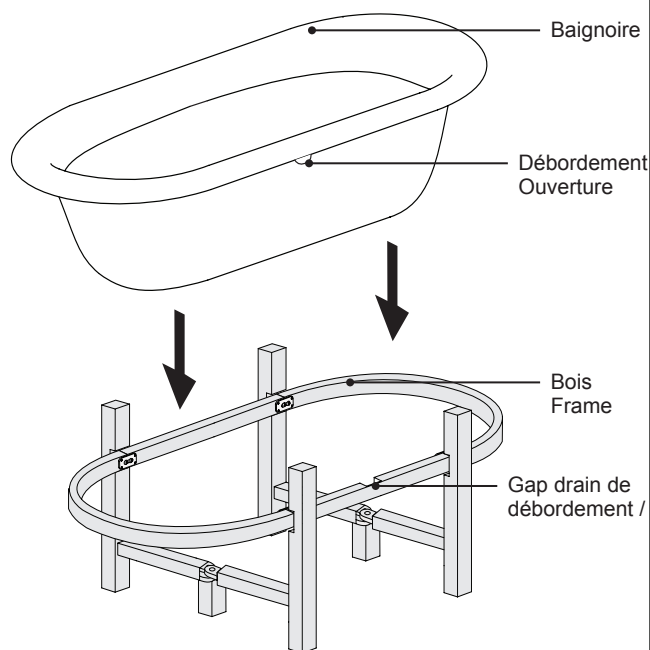
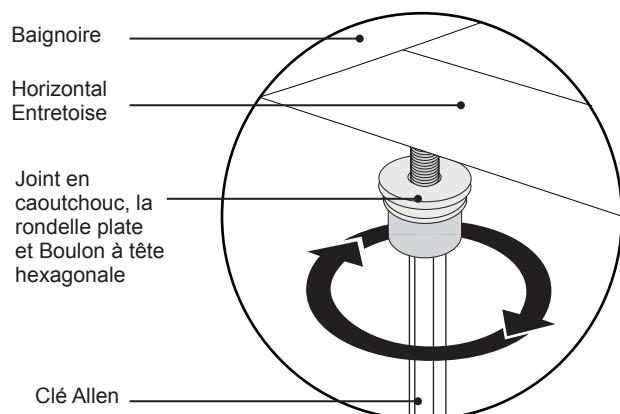

Figure 17. Baignoire de placement
Figure 18. Sécuriser la baignoire
- ⚠** Lorsque vous placez la baignoire à l'intérieur du cadre en bois, assurez-vous que l'ouverture de débordement est sur le même côté que le drain / écart de débordement qui se trouve sur le cadre en bois (Figure 17). Cet écart vous permettra de fixer le drain de débordement de montage.
- ❶ Abaisser la baignoire dans le cadre en bois.
- ❷ Aligner les trous de fixation des entretoises horizontales avec les trous de fixation sur la baignoire (Figure 18).
- ❸ Insérer et serrer un joint en caoutchouc (1), un (1) rondelle plate et un (1) boulon à tête hexagonale dans le point de fixation sur la baignoire (Figure 18 - Encadré). Utiliser une clé Allen (fournie) pour serrer le matériel.
- ❹ Répétez les étapes 2 et 3 pour les trois autres points de fixation.